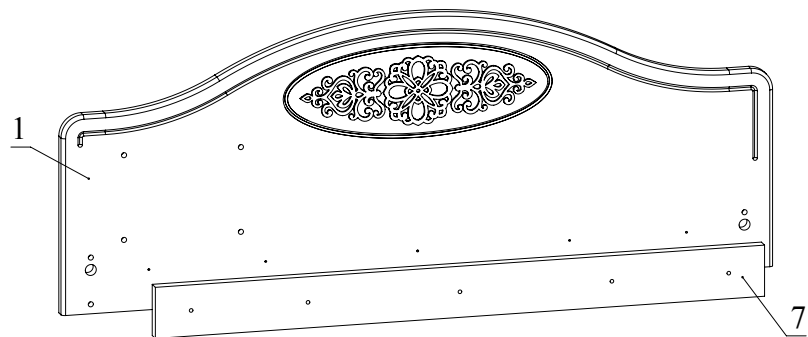

Рис.4
4. Закрепить при помощи шурупов 4х30 деталь 7 к детали 1 (Рис. 4).